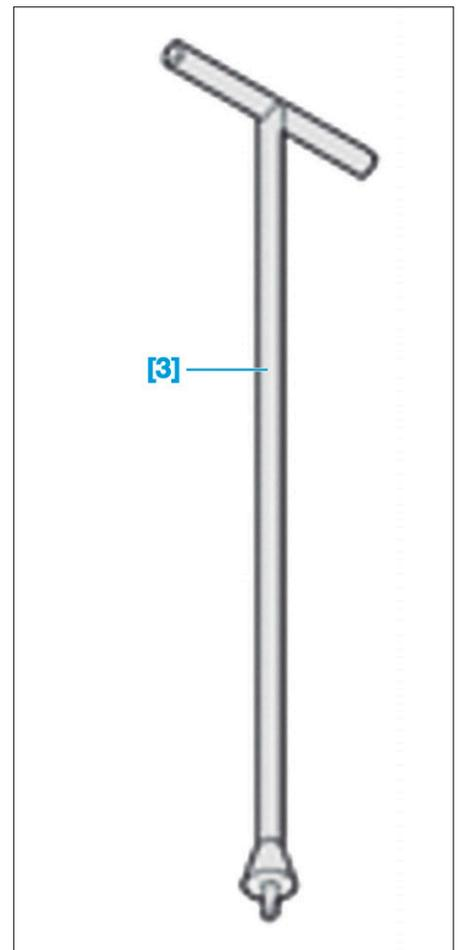

FIG. 22
- [3]. Tige d'obturation du cylindre de charge (réf : 0173-C) (Fig.22).